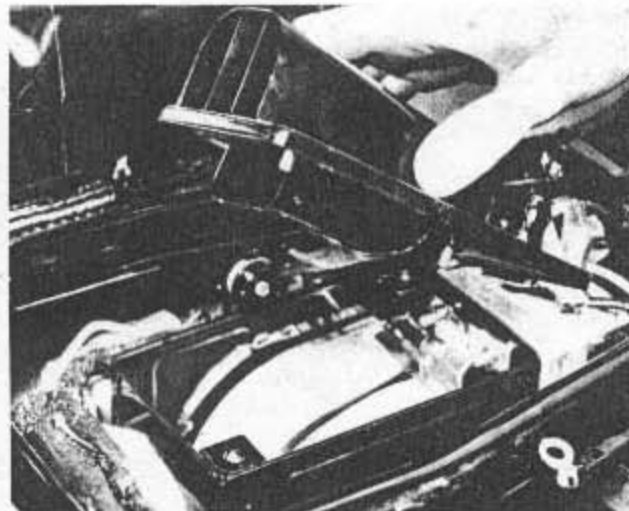
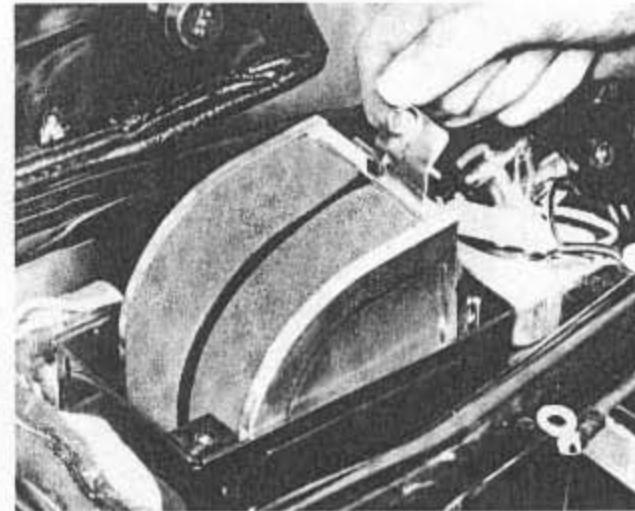

Bild 198
Bild 199
- Um zum Filterelement Zugang zu erhalten, hebe man die Sitzbank an und entferne den Deckel des Luftfiltergehäuses, welcher durch zwei Schrauben gehalten wird (Bild 198). Das Filterelement und dessen Halter lassen sich nach Herausdrehen der einzelnen Halterschraube herausheben (Bild 199).